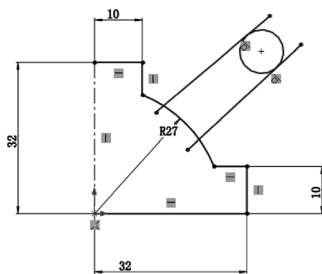

图 2-104 绘制圆和直线段
5) 添加几何关系。按住〈Ctrl〉键选择其中一条线段和圆, 几何关系添加为相切, 两线段均与圆相切, 如图 2-104 所示。